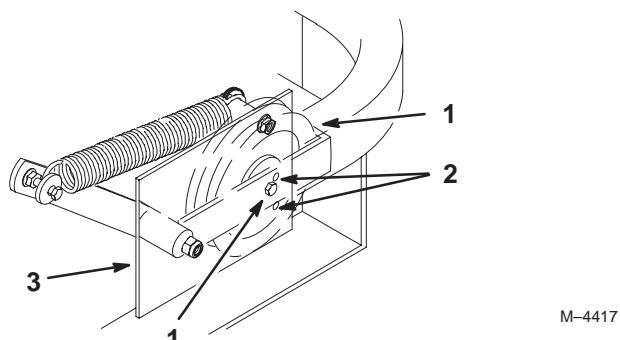

Figure 69
Important Vérifiez que la courroie est bien en place dans les guides avant et arrière (Fig. 69).
- Vérifiez la tension de la courroie. Le boulon central de la poulie de tension rappelée par ressort doit se trouver près du trou d'alignement supérieur de la plaque de support gauche (Fig. 69).